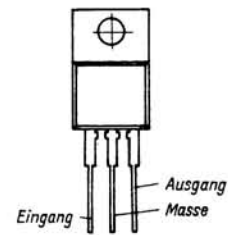

Bild 9: Gehäusevariante im TO-220-Gehäuse (nicht TESLA)
- Einige Firmen bieten die Festspannungsregler, auch für andere Spannungen, im TO 220-Gehäuse an (Bild 9).